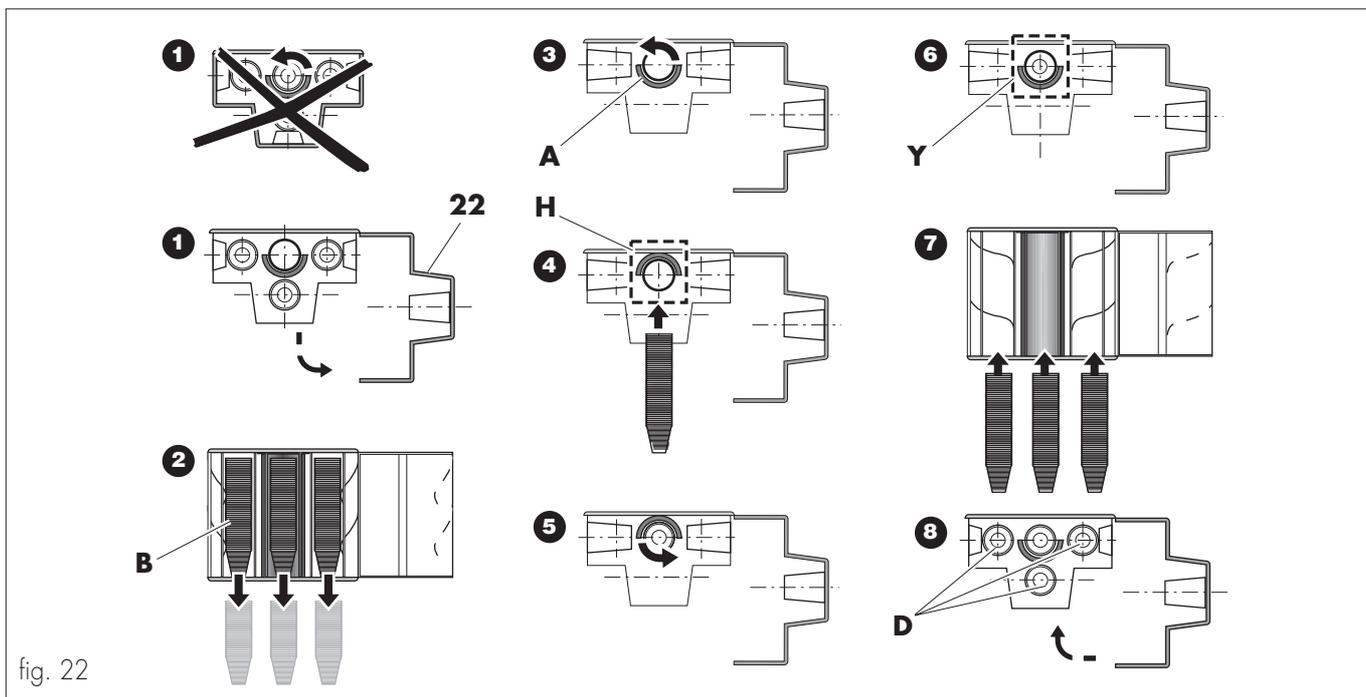

fig. 22
Está prohibido girar el tubo de los vasos (ref. **A**, fig. 22) con la puerta frontal del distribuidor cerrada (ref. **22**, fig. 1 y 22). Esta operación debe efectuarse controlando visualmente la rotación del tubo.
- Si existen columnas externas de vasos de reserva, hay que quitarlas (ref. **B**, fig. 22).
- Hacer girar el tubo de los vasos (ref. **A**, fig. 22) presionando **TS4** y **TS5** (fig. 8), hasta que la abertura predispuesta para la introducción de los vasos esté orientada en posición **H** (fig. 22).
- Hacer girar el tubo de los vasos (ref. **A**, fig. 22) presionando **TS4** y **TS5** (fig. 8), hasta que la abertura predispuesta para la introducción de los vasos esté orientada en posición **Y** (fig. 22).